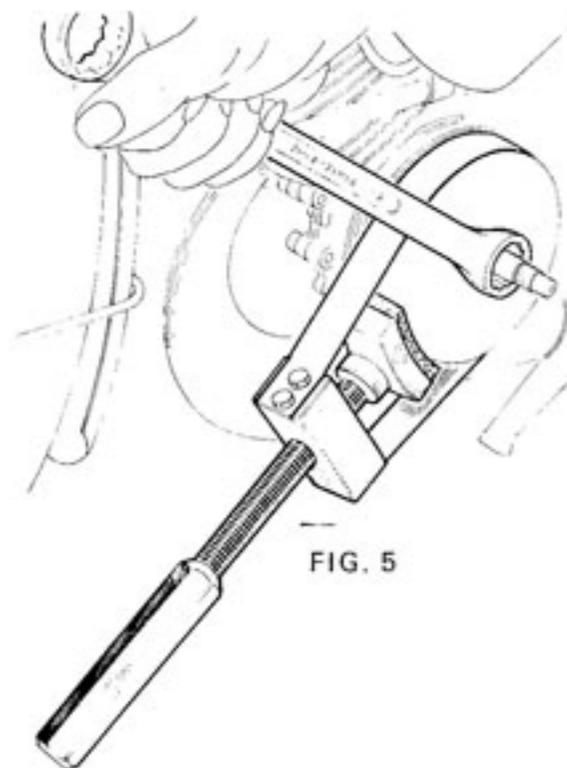

FIG. 5
- Immobiliser le rotor de volant (Serre volant $\frac{\text{MB 1291}}{\text{VAR 340}}$) Fig. 5.